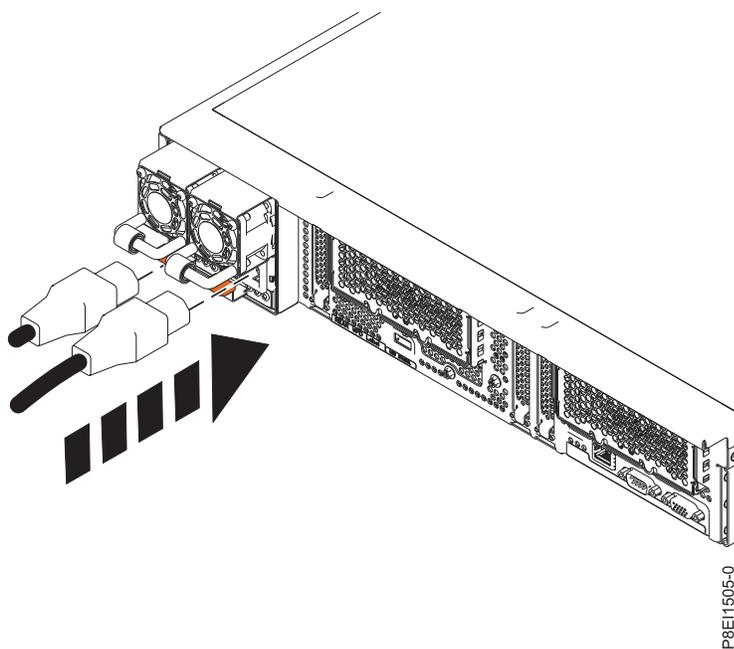

Figure 78. Connexion du cordon d'alimentation au bloc d'alimentation
- a. Connectez le cordon d'alimentation au bloc d'alimentation. Voir figure 78, à la page 115.